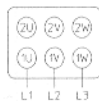

Bild 1
- niedrige Drehzahl / low speed -> Bild 1
niedrige Drehzahl / low speed -> Bild 1